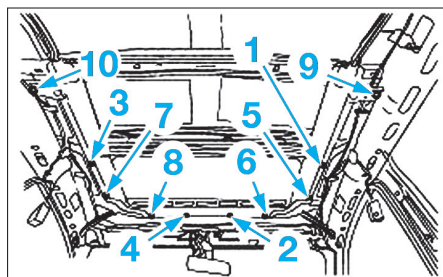

Fig. 64
• Poser le panneau de toit ouvrant et serrer dans l'ordre indiqué (Fig.64), à 2,4 daN.m.